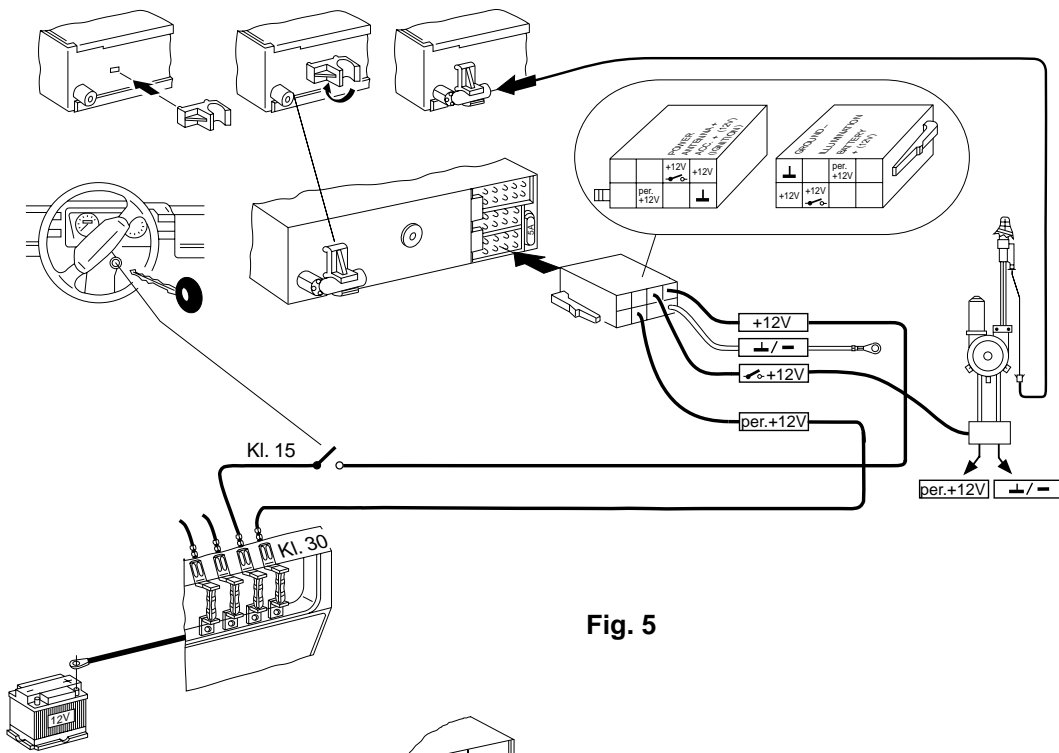

Fig. 5
- Plus-/Minus-Anschluß ..... Fig. 5
Plus/minus connection ..... fig. 5
Positive/negative-Raccordement ..... fig. 5